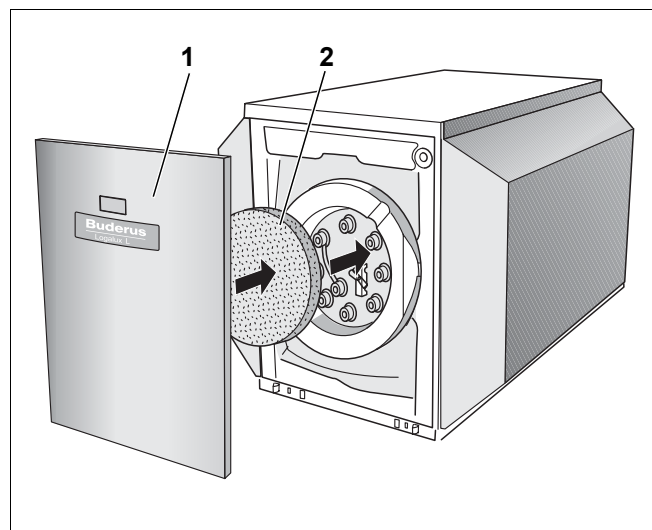

Рис. 17 Установка теплоизоляции и передней стенки
- Установить теплоизоляционный элемент (рис. 17, **поз. 2**) на крышку люка.
- Подвесить переднюю стенку (рис. 17, **поз. 1**) сверху и нажать на нее снизу до защелкивания в баке.